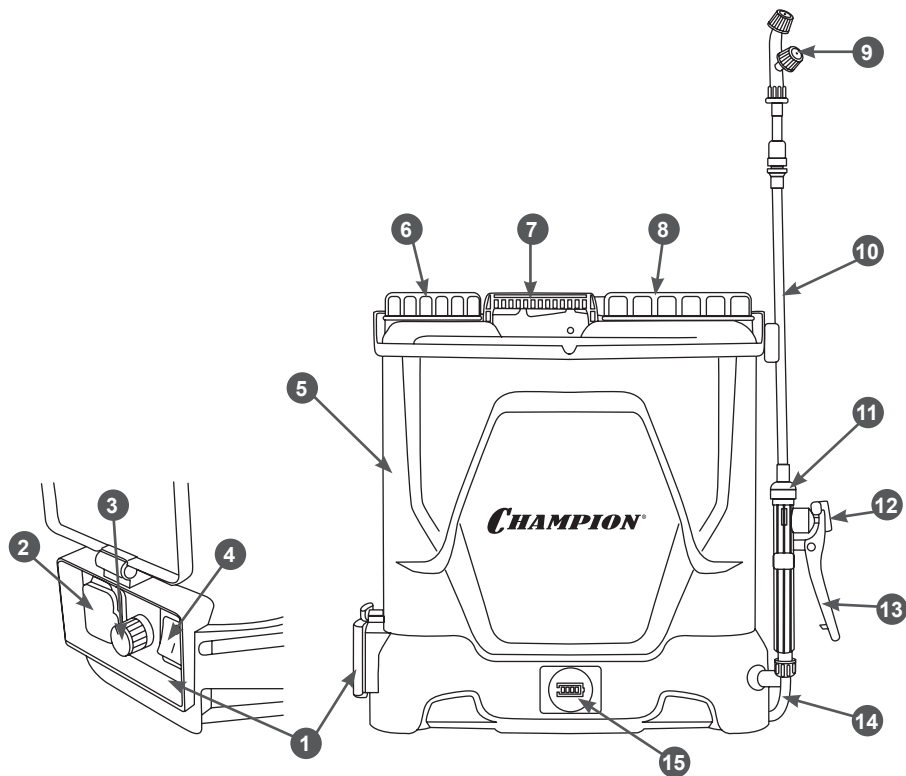
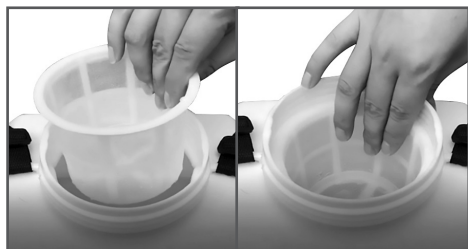

Рис. 1. Основные узлы и органы управления опрыскивателей SA10, SA10K, SA10L
Рис. 3. Установка фильтра
Опрыскиватель аккумуляторный поступает практически в собранном состоянии. Для окончательной сборки необходимо извлечь опрыскиватель из коробки, в соответствии с Рис. 1 установить телескопическую трубку и необходимую форсунку, а также установить фильтр в заливную горловину под крышку бака как это показано на Рис. 3.
3. Для установки требуемого давления (от минимального до максимального) переведите электрический выключатель в положение «О», затем нажмите на рычаг управления клапаном подачи на рукоятке управления. Поверните регулятор давления 3 (Рис. 1) по часовой стрелке и, вращая регулятор, установите требуемое давление.